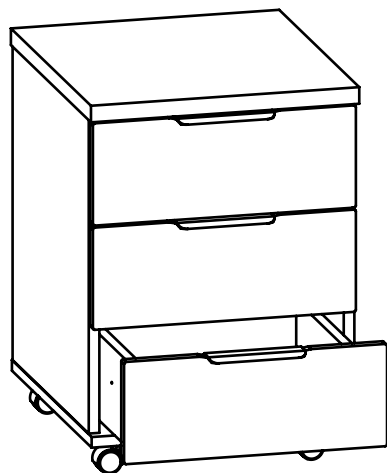

Рис. 10
10. Установите ящики в корпус тумбы (Рис. 10).